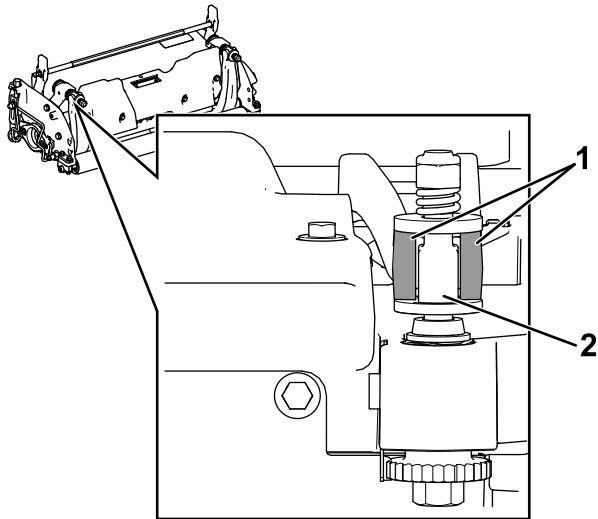

Figura 25
**Important:** Centrezi uruburile de reglare DPA în urechile barei de cadru, așa cum se arată în Figura 25.